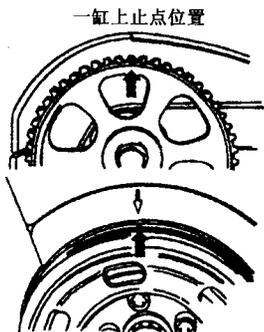

图 1.18 一缸位于上止点位置正时标记
- (1) 拆下正时带罩，拆卸正时带前，应在皮带上做出旋转方向标记。
- (2) 转动曲轴，使第一缸活塞处于上止点位置，如图 1.18 所示。